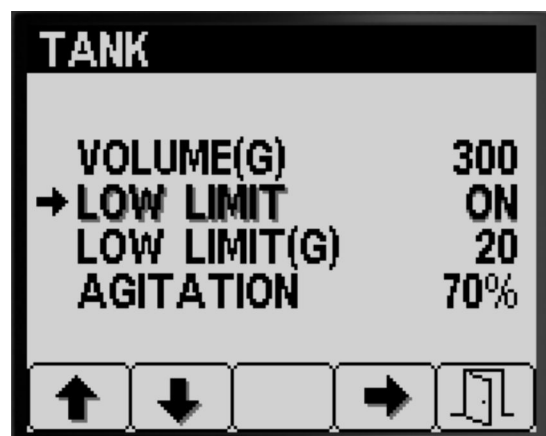

Figure 13
- Appuyez sur le bouton 1 ou 2 pour naviguer jusqu'à l'option LIMITE INFÉRIEURE (Figure 13).
- Appuyez sur le bouton 4 pour activer ou désactiver l'indicateur de limite inférieure de volume dans la cuve (Figure 13).